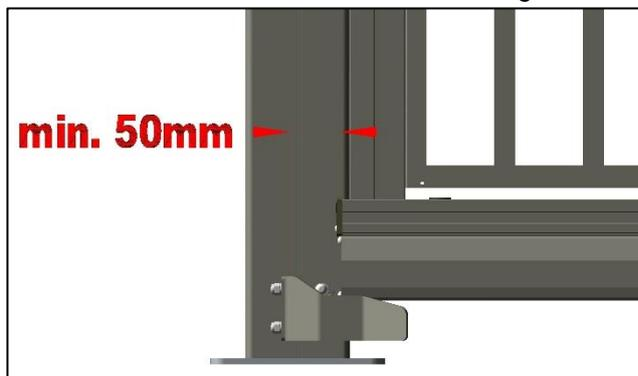

Abbildung 22: Tor kontrollieren
9. Beim Öffnen und Schließen des Tores muss sich die Laufschiene mind. 50 mm vor der Hinterseite der Auflaufkonsole befinden. Siehe *Abbildung 22: Tor kontrollieren*.